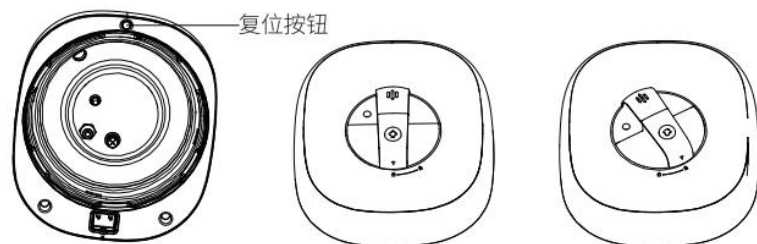

图1
- 用户在开盖使用过程中，上盖出现掉落或误触复位按钮造成上盖把手旋转无法达到“开盖到位标识”处，造成不能合盖，如图1所示，只需要用户手动按住复位按钮至最底部，并同时逆时针旋转上盖把手至“开盖到位标识”处（见图2、图3），随即松开复位按钮。